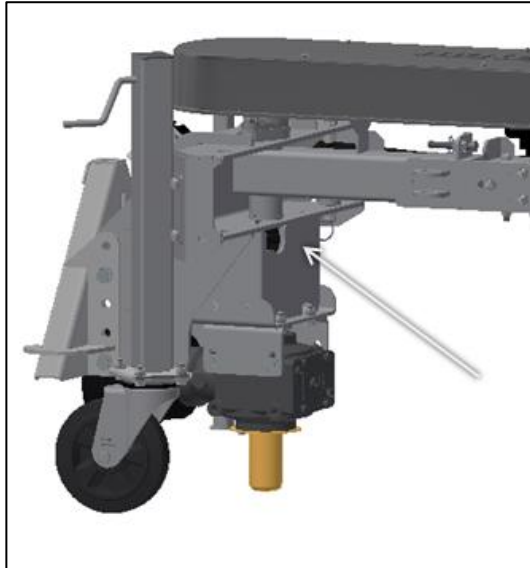

Bild 16: Abdeckung demontieren
5. Abdeckung Bild 16 wieder montieren.